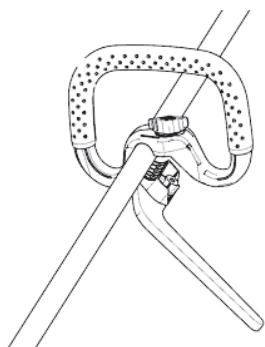

Рис. 12
1. Наденьте ручку в форме петли на вал, сдвиньте верхнюю и нижнюю части вместе, затяните ручку, вращая ручку в форме петли по часовой стрелке (рис. 12 и 13).